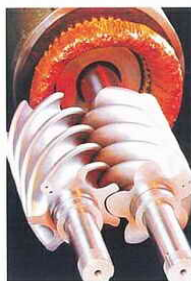

图3
- 精确的压缩机转子间隙, 有效减少从螺杆转子高压侧回流至低压侧的制冷剂流量(图3)